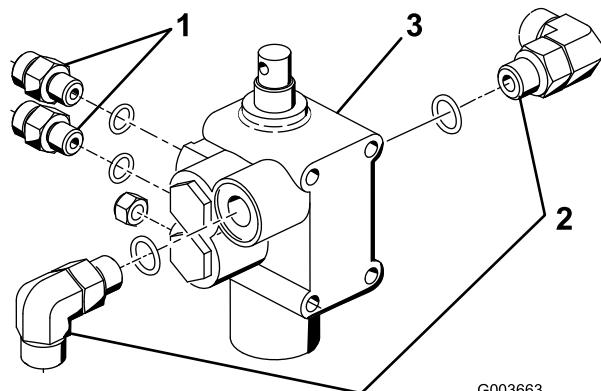

Figure 7
1. Vissez les 2 raccords à 90° et les 2 raccords hydrauliques droits dans le nouveau distributeur de levage, comme montré à la Figure 7.